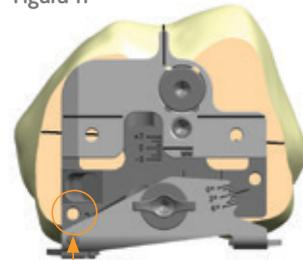

Figura 12
- 2 Posizionare la guida di dimensionamento JOURNEY° II DCF (destra o sinistra) sul femore distale reseccato. Con la paletta mediale accoppiata al condilo mediale posteriore e la guida di dimensionamento allineata con la resezione distale, posizionare uno SPEED PIN° con testa da 45 mm attraverso il foro appena sopra la paletta mediale (Figura 12). In tal modo, si blocca la guida di dimensionamento per il resto dell'uso.